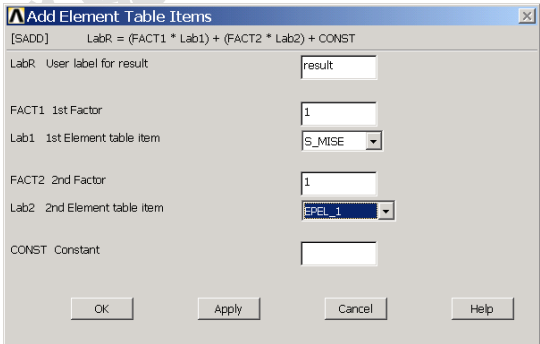

图6.29 单元表的数学运算
(1) 假设已经按上一小节的操作定义了两个单元表 S\_MISE 和 EPEL\_1。单击 Main Menu>General Postproc>Element Table>Add Items 菜单，弹出如图 6.29 所示的【Add Element Table Items】对话框。